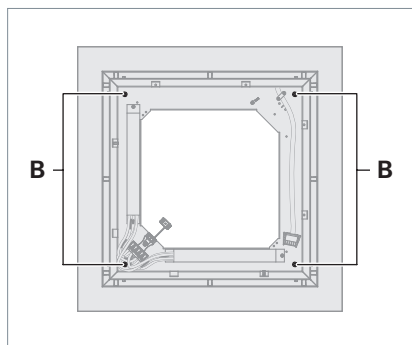

Fig. 3: Fixer le cadre du luminaire au plafond.
- Fixez le cadre du luminaire au plafond en serrant les quatre vis **B** de façon identique, voir Fig. 3.